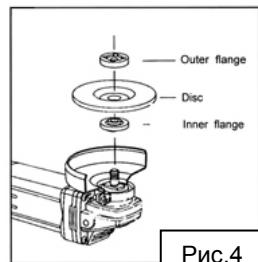

Рис.4
- Теперь накрутите на шпиндель наружный фланец с внутренней резьбой, при этом обратите внимание на то, какой стороной его надевать, это зависит от типа применяемого диска. Шлифовальный диск необходимо зажимать той стороной наружного фланца, которая имеет приподнятую форму. Отрезной диск необходимо зажимать плоской стороной наружного фланца (Рис.4).